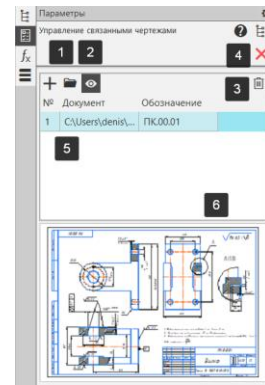

Рисунок 293 – Управление связанными документами
- После добавления документа он отобразится в таблице связанных документов (5), а в окне просмотра (6) отобразится миниатюра прикрепленного документа (Рисунок 293);
- По завершении работы нажмем на кнопку Завершить (4) (Рисунок 293);